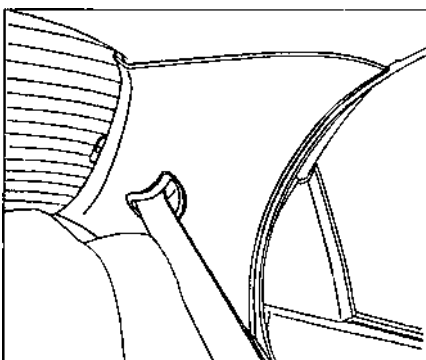

Рис. 9.10.
- Снять при помощи отвертки панель задней стойки (рис. 9.10).